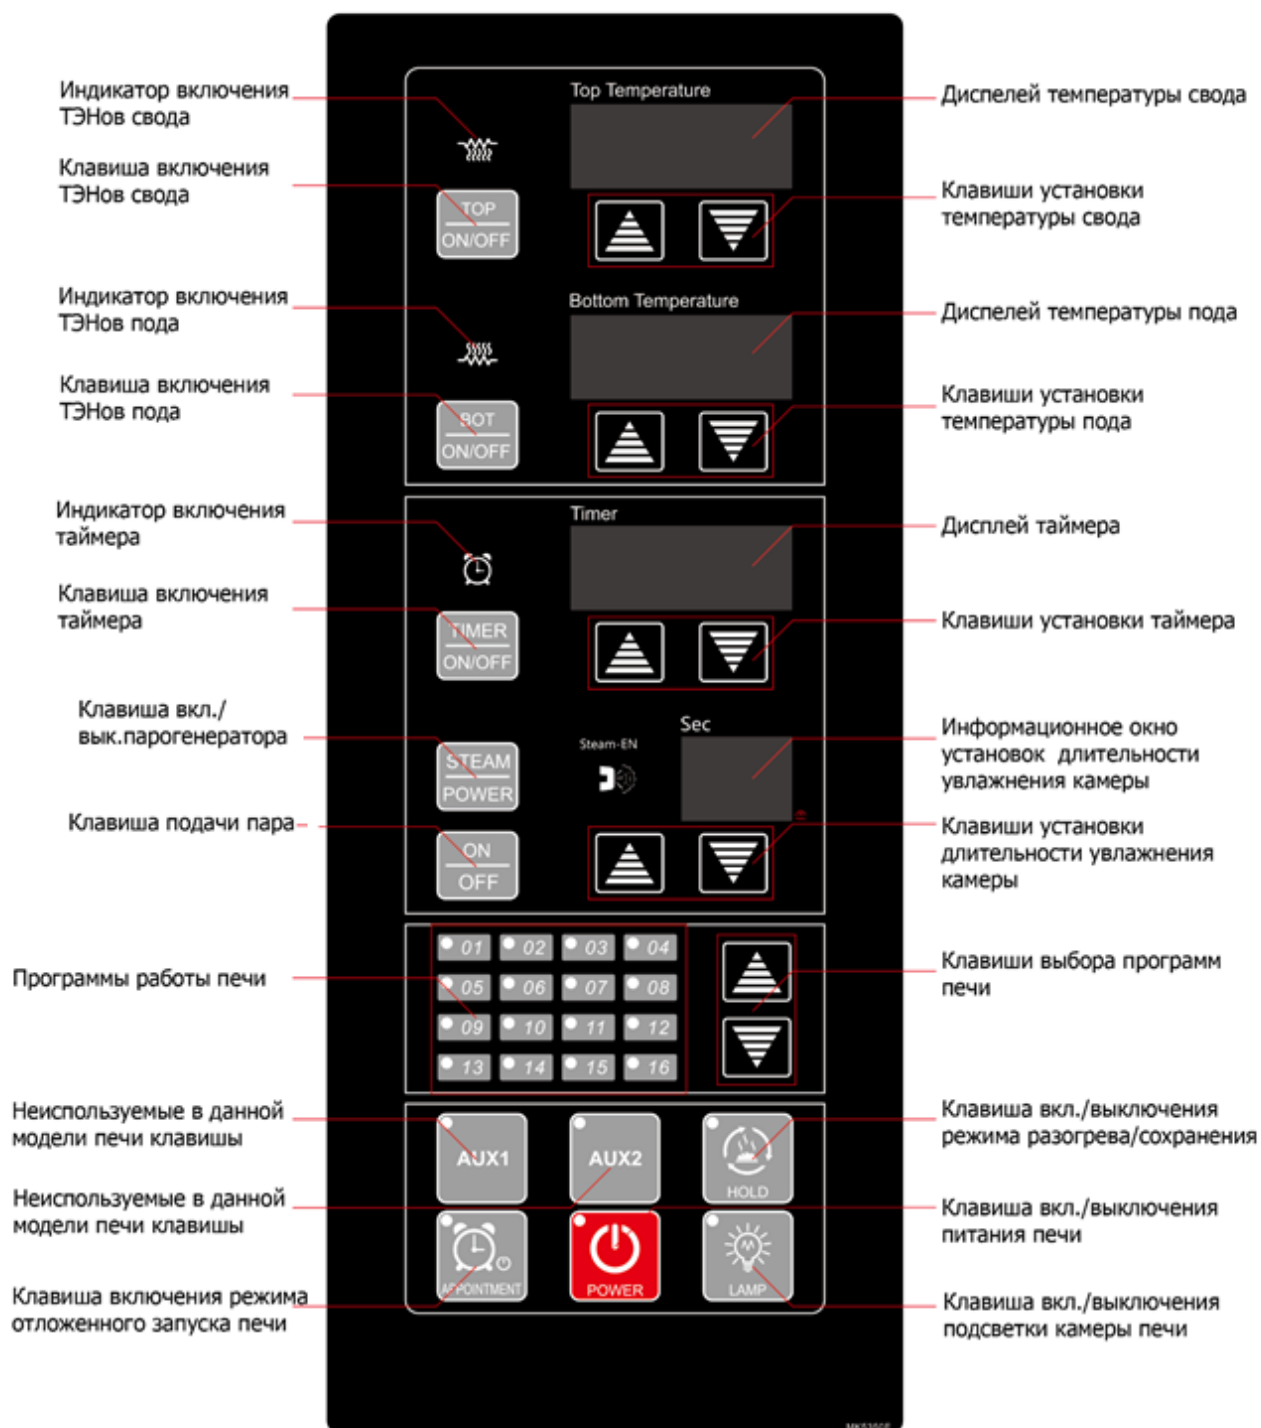

Рисунок 5 – Панель управления
**8.2** После включения в сеть, на дисплее загорятся индикаторы, и будет произведена автоматическая проверка микроконтроллеров. Включить изделие нажатием клавиши POWER (рис. 5). О наличии питания свидетельствует включенный индикатор клавиши. На дисплее загорятся индикаторы, и будет произведена автоматическая проверка внутреннего программного обеспечения.
**8.3** Для того, чтобы задать температуру верхних ТЭНов нужно нажать клавишу TOP (рис. 5). На дисплее Top Temperature (рис. 5) будет показана текущая температура. Под дисплеем с помощью клавиш увеличения и уменьшения задается нужная температура. После этого раздается звуковой сигнал. Через 2 с загорится красный индикатор, показывающий, что ТЭН горит. По достижении заданной температуры, индикатор автоматически гаснет. Посмотреть текущую температуру и заданную можно с помощью клавиш увеличения и уменьшения. Для отключения ТЭНа нужно нажать клавишу OFF (рис. 5).
**8.4** Для того, чтобы задать температуру нижних ТЭНов нужно нажать клавишу BOT (рис. 5). На дисплее Bottom Temperature (рис. 5) будет показана текущая температура. Под дисплеем с помощью клавиш увеличения и уменьшения задается нужная температура. После этого раздается звуковой сигнал. Через 2 с загорается красный индикатор, показывающий, что ТЭН горит. По достижении заданной температуры, индикатор автоматически гаснет. Посмотреть текущую температуру и заданную можно с помощью клавиш увеличения и уменьшения. Для отключения ТЭНа нужно нажать клавишу OFF (рис. 5).
**8.5** Для удобства можно использовать клавишу TIMER (рис. 5). При нажатии загорается зеленый индикатор и дисплей Timer начнет мигать. Клавишами увеличения задаются часы, клавишами уменьшения – секунды. Выключение происходит автоматически.
**8.6** Для включения парогенератора необходимо нажать кнопку STEAM (рис. 5). Индикатор Steam-EN (рис. 5) показывает включен/выключен парогенератор. Окно Sec (рис. 5) показывает длительность впрыска. Регулировка длительности впрыска осуществляется с помощью кнопок уменьшения/увеличения (рис. 5). Проверка температуры нагрева парогенератора осуществляется удержанием кнопки LAMP (рис. 5), кнопку необходимо удерживать не менее 2 с. Текущая температура
парогенератора отображается в окне TOP Temperature (рис. 5). Для запуска увлажнения необходимо нажать кнопку ON/OFF (рис. 5).
**8.8** Клавиша HOLD (рис. 5) включает режим разогрева и удержания температуры. Заданная температура верхних и нижних ТЭНов в камерах **остаётся всегда 175 °С.**
**8.9** Клавиша APPOINTMENT (рис. 5) – функция отложенного запуска. Нажимаем клавишу, дисплей Timer показывает текущее время. Для редактирования текущего времени необходимо:
- нажать клавишу APPOINTMENT (рис. 5);
- нажать клавишу TIMER (рис. 5) для подтверждения.
- нажать на клавишу APPOINTMENT (рис. 5);
- окно Sec (рис. 5) показывает A1 (шаг последовательности редактирования);
- нажать клавишу TIMER (рис. 5);
- дисплей Sec (рис. 5) показывает A2 (шаг последовательности редактирования);
- на дисплее Top Temperature (рис. 5) будет показан DAY1 или DAY2;
- для завершения нажать клавишу TIMER (рис. 5);
- дисплей Sec (рис. 5) будет показывать A3 – завершающий шаг последовательности регулирования.
**ВНИМАНИЕ!** Необходимо точно выставить время для включения, чтобы на дисплее Top Temperature (рис. 5) был показан DAY1 (текущий день включения) или DAY2 (следующий день включения).
**8.10** Клавиша LAMP (рис. 5) позволяет включать подсветку в камере. Длительность работы после нажатия 60 с, после чего подсветка автоматически выключается.
**8.11** По завершении всех работ отключите нагрев ТЭНов, нажав клавиши TOP/OFF (рис. 5) и BOT/OFF (рис. 5), отключите подсветку клавишей LAMP (рис. 5). Нажав клавишу POWER (рис. 5) и удерживая ее, выключить изделие.